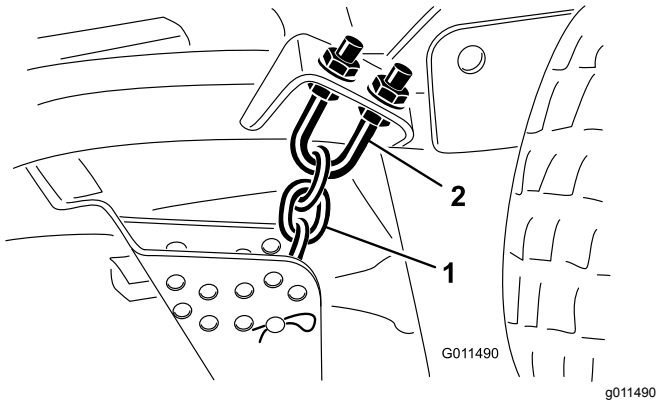

Figura 82
1. Afloje las contratueras en la parte superior o inferior del perno en U de la cadena de altura de corte (Figura 82).